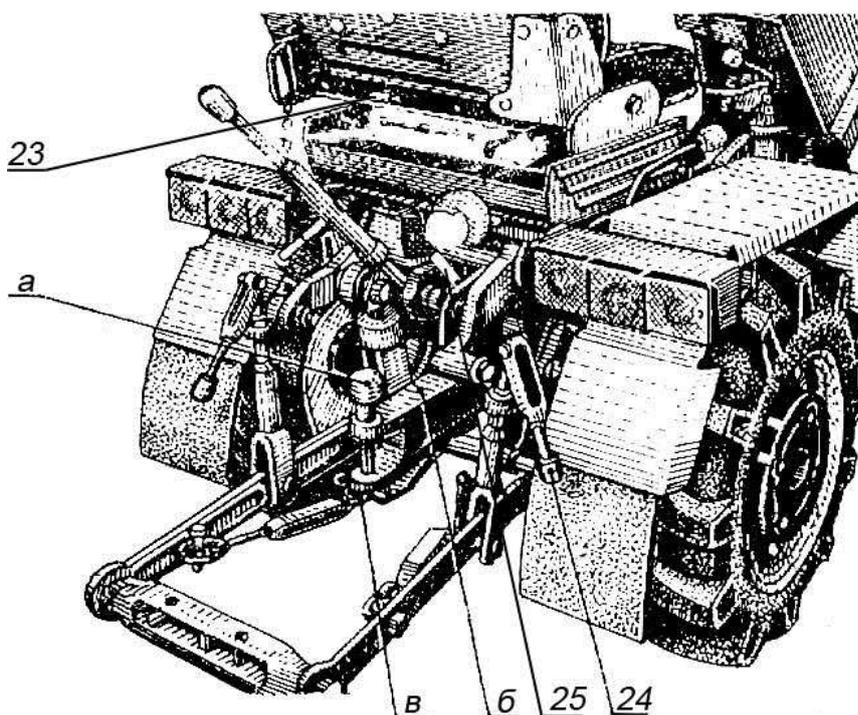

Рисунок 5 – Вид мини-трактора сзади
- 23 – фиксатор механизма наклона спинки сиденья (рисунок 5);
24 – рукоятка регулировки длины раскоса навески (рисунок 5);
25 – рукоятка фиксации устройства навесного в транспортном положении (рисунок 5).
Соединение мини-трактора с прицепом производится с помощью тягово-сцепного устройства комбинированного типа, которое крепится тремя болтами к корпусу ВОМ. При этом прицепы автомобильного типа крепятся за сферическое окончание пальца "а" (рисунок 5), а прицепы, имеющие отверстия на дышле, соединяются с вилкой "б" и фиксируются пальцем "а". Палец "а" стопорится от выпадения шплинтом "в".